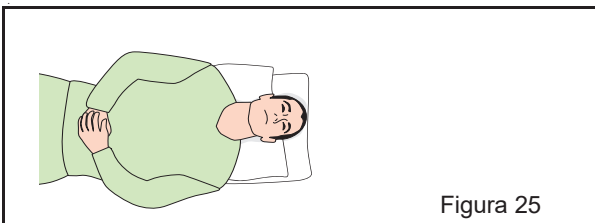

Figura 25
- Ponga una almohada bajo la cabeza del paciente para que esté suficientemente cómodo (véase la figura 25).